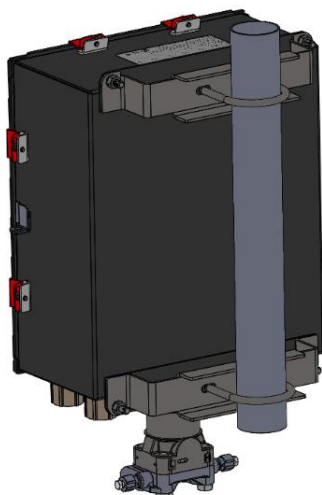

Figura 7. FB2200 (custodia in alluminio) su palina
- L'FB2200 può essere montato su palina da due pollici (vedere *Figura 7*), su parete o pannello mediante i quattro fori nella custodia e accessori appropriati.